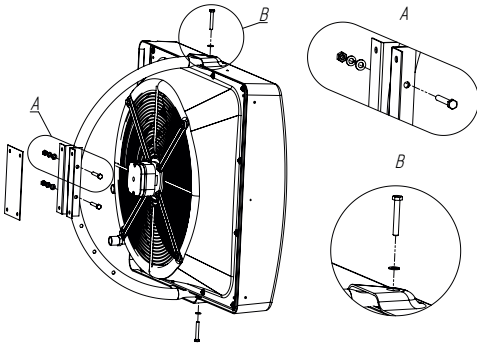

Рис. 10
7.11 Монтаж с кронштейном. В комплект с кронштейном входят: болт М8*55 (2 шт.), болт М8*30 (2 шт.), шайба (4 шт.), гровер (2 шт.). Для сборки кронштейна необходимо вставить и затянуть два болта М8*55, две шайбы, два гровера в отверстия кронштейна как показано на виде А. Затем вставить болт М8*30 и шайбу через отверстие в корпусе и кронштейне (вид В) и затянуть. Повторите данную операцию для крепления кронштейна снизу (рисунок 10).